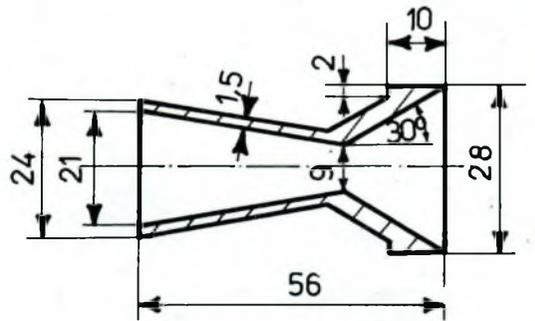

Fig. 4
**Secondo stadio:** realizzato anch'esso in tubo d'acciaio SAE 1020, od equivalente, ha un diametro esterno pari a  $\varnothing$  30 mm, interno  $\varnothing$  28 mm e lunghezza 56,5 cm. L'ugello è in acciaio tornito ricavato da un tondino di diametro  $\varnothing$  28 mm e lunghezza 56 mm. Il diametro della strozzatura è  $\varnothing$  9 mm, quello di scarico  $\varnothing$  21 mm, l'angolo di convergenza è ancora di 30° (fig. 4). Esso viene fissato al corpo